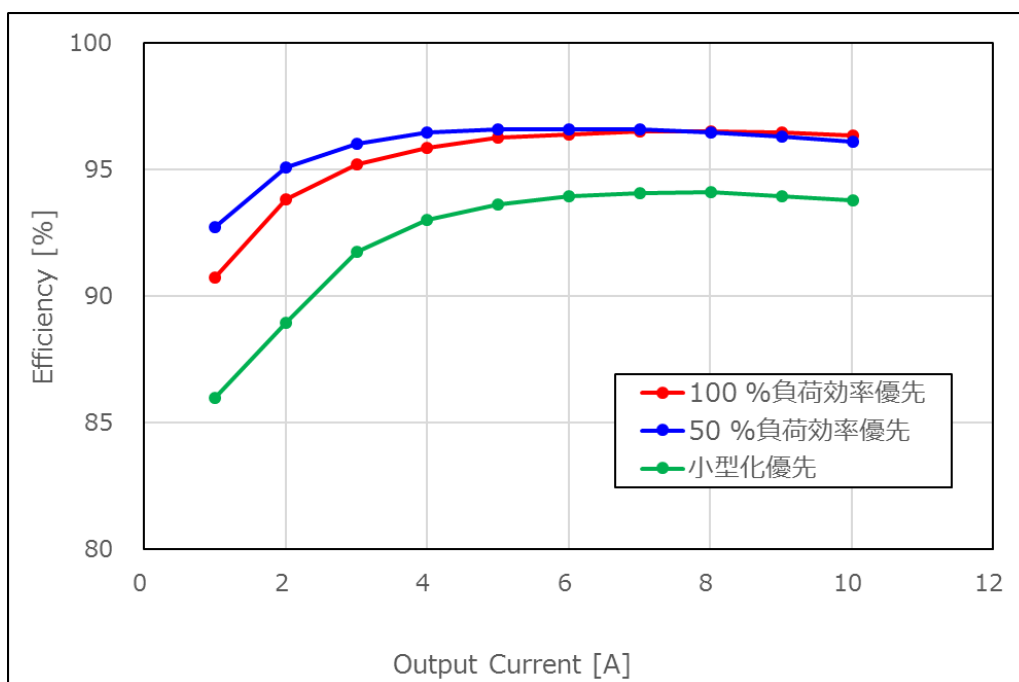

図 4.1 出力 : 3 V/10 A 条件の効率カーブ
表 4.1 に条件ごとの今回選択した MOSFET 製品リストを添付します。また図 4.1 に参考として今回選択した MOSFET による出力 3.3 V/10 A での①100 %負荷効率優先、②50 %負荷効率優先、③小型化優先の 3 パターンの効率カーブを添付します。